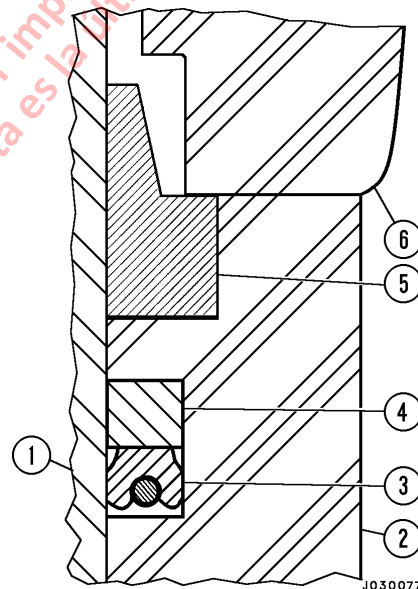

FIGURA 3-6. INSTALACIÓN DEL SELLO DEL CUERPO DE LA VÁLVULA
1. Instale primero el sello poly-pak (3, Figura 3-6) en la ranura del sello. Ponga el sello en la ranura de manera que el O-ring interno, que está dentro del sello poly-pak, mire hacia el fondo de la válvula.